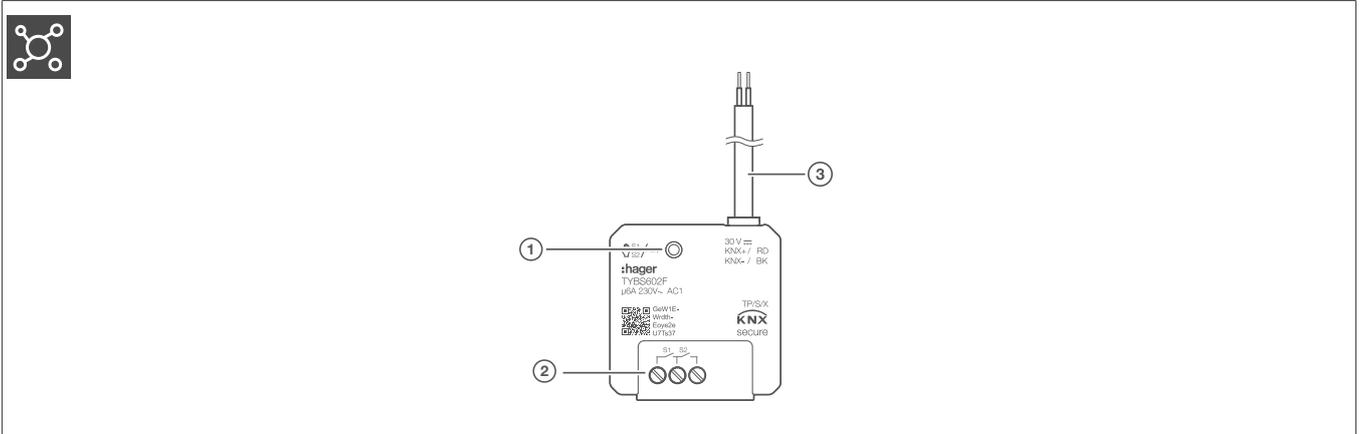

Abbildung 2: Geräteaufbau TYBS602F
- 2 Programmier-Taste (Abb. 2/1) drücken.